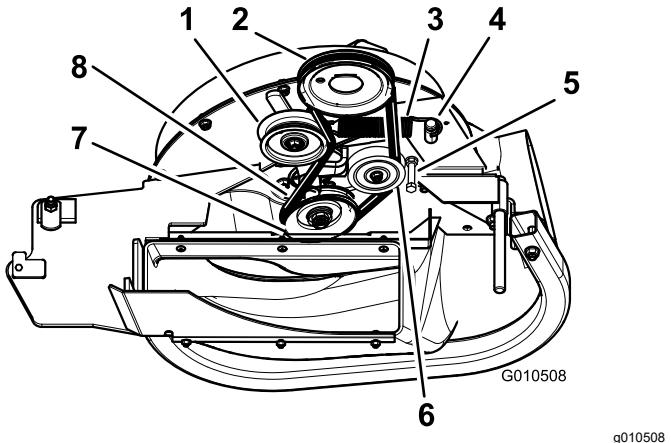

Figura 13
- Sur les tondeuses de 122 et 132 cm (48 et 52 po), desserrez le guide-courroie (Figura 13).
- Chaussez la courroie sur la poulie de ventilateur et la poulie de tension fixe (Figura 13).